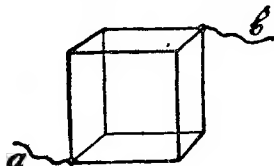

Рис. 1
Ответ. Для увеличения подачи напряжения на экранирующую сетку лампы нужно или уменьшить  $R_1$  (рис. 1) или
**Задача 61.** Определить сопротивление между точками *a* и *b* (рис. 1) кубика, сделанного из провода. Известно, что все ребра кубика одинаковы, каждое ребро имеет сопротивление, равное 1 ому.